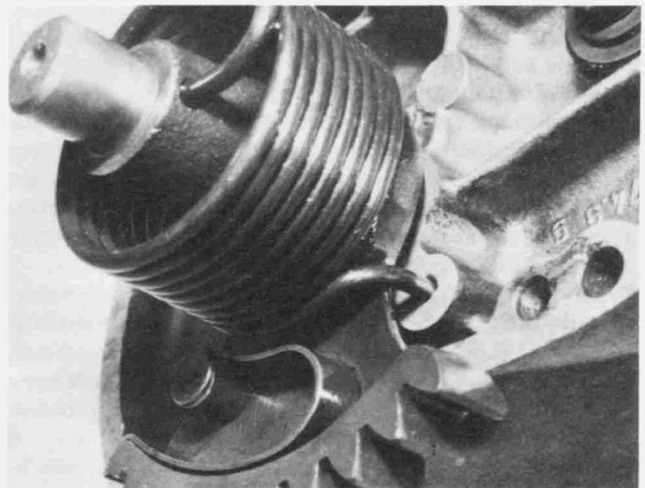

Bild 156
- Beim Wiedereinsetzen des Schaltsegments und der Welle in den Getriebegehäuse-Deckel ist das Ende der Rückholfeder mit einer Zange in den Getriebegehäuse-Deckel einzuführen (Bild 156).